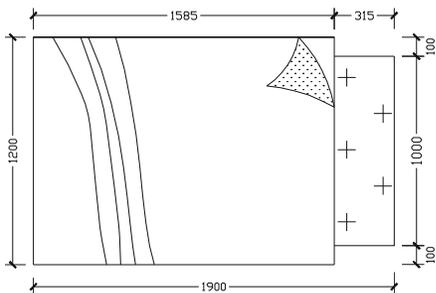

图 6-1-68
**STEP 05** 参照前面绘制床的方法绘制保姆房的床，如图 6-1-68 所示，其具体操作步骤如下：